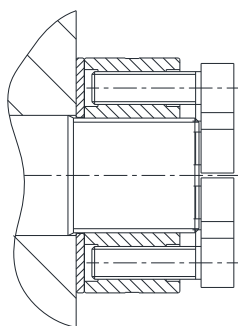

Рис. 4:
- Нажимные винты (деталь 1.3) в зажимной гайке не должны выступать с опорной стороны (см. рис. 4).
- Установите подкладную шайбу (деталь 1.2) на винт (деталь 2) вплоть до опорной поверхности смежного элемента конструкции. Затем установите гайку (деталь 1.1) и затяните её вручную (см. рис. 4).
**Все детали должны прилегать друг к другу без зазоров (см. рис. 4).**